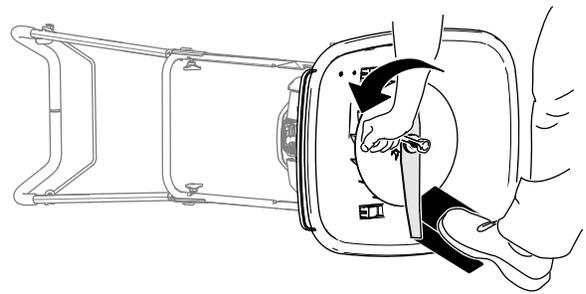

Figura 27
4. Utilice un bloque de madera para inmovilizar la cuchilla (Figura 27).
5. Utilice la llave suministrada con la máquina para retirar la cuchilla, girando el perno en sentido antihorario (Figura 27).